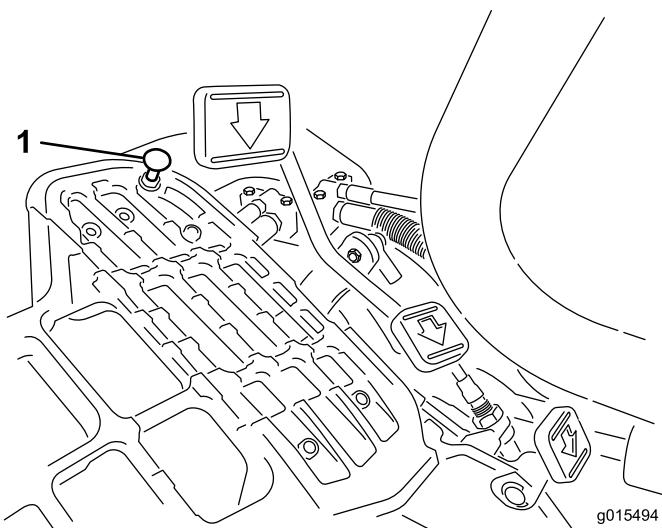

Figure 50
Pour obtenir la vitesse de transport maximale, placez le sélecteur de fonction en position de transport et appuyez sur la pédale de déplacement. Si la pédale touche la butée (Figure 50) avant que la tension soit ressentie sur le câble, un réglage est requis.
1. Placez le sélecteur de fonction à la position de transport et desserrez le contre-écrou de fixation de la butée de pédale au plancher (Figure 50).